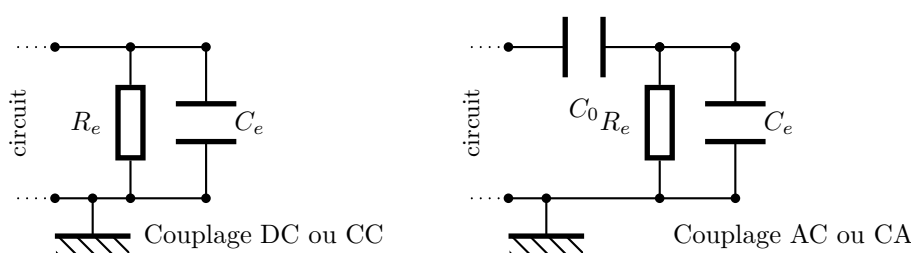

FIGURE 1 – Couplage AC (CA) ou DC (CC)
Les deux modes de couplage d'un circuit électrique où l'on désire mesurer une tension avec l'oscilloscope sont appelés AC (CA) et DC (CC). Ils sont modélisés par les circuits électriques de la figure 1. Nous allons nous intéresser à leur comportement en tant que filtre. Nous verrons que le mode AC (CA) peut être considéré comme un filtre passe-haut du premier ordre par rapport au couplage DC (CC).